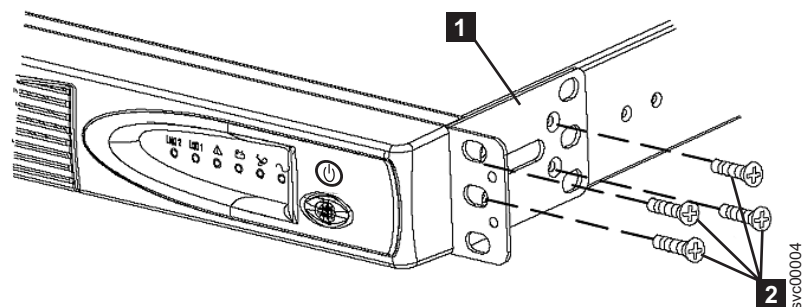

図 232. 2145 UPS-1U 用サポート・レールのラックへの取り付け
2. 2145 UPS-1U のそれぞれの側で、マウント・ブラケットの長いほうの側を 2145 UPS-1U に取り付けます。その場合、提供された 4 個の M3 × 6 ねじ (277 ページの図 232 の **2**) を使用します。